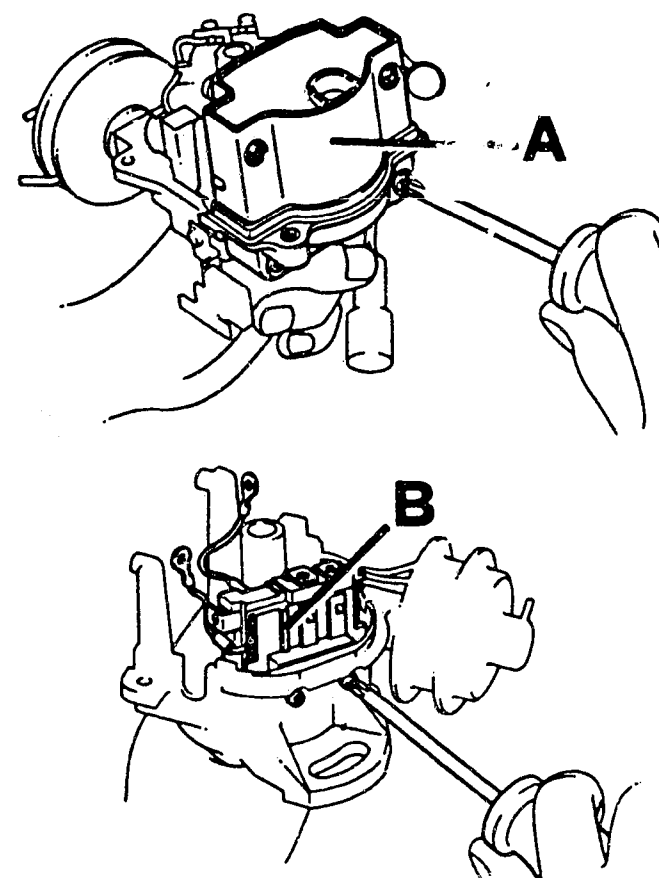
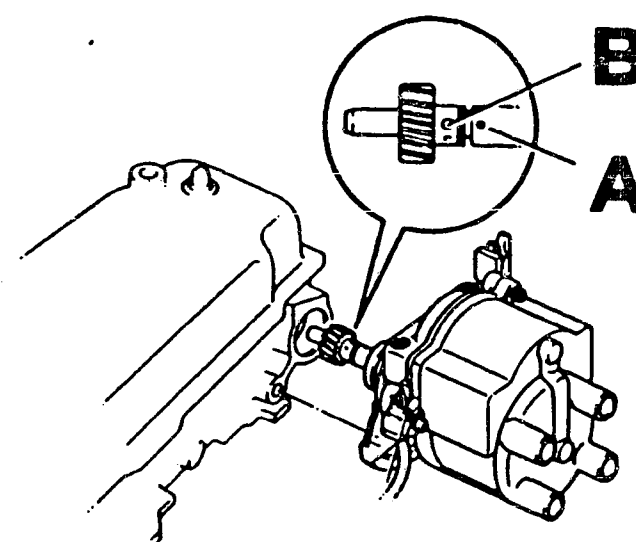

Bild 57 **Motor 4A-C:** Zündanlage II A. Ausbau der Zündspule (A) und des Schaltgerätes (B) aus dem Zündverteiler.
Bild 58 **Motor 4A-C:** Position der Markierung A und des Stiftes B für den Einbau des Zündverters.
a) Der **Zündverteiler** sitzt vorne am Zylinderkopf und wird direkt von der Nockenwelle angetrieben. Zum Zerlegen des Zündverters sind Zündspule, Schaltgerät und deren Abdeckkappen (Bild 57) abzubauen. Vor dem **Einbau** des Zündverters muss der 1. Zylinder im OT des Verdichtungsaktes stehen und die Markierungen an der Verteilerwelle fluchten (Bild 58).